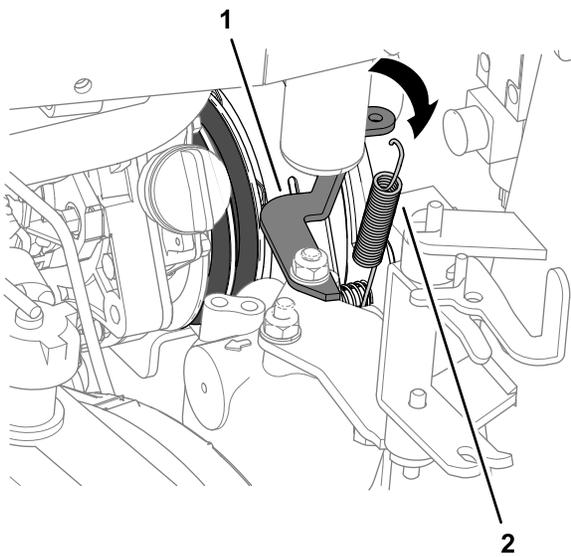

Figure 90
5. Du côté radiateur, décrochez le ressort d'amortisseur d'embrayage de son support (Figure 90).
4. Accrochez le ressort d'amortisseur d'embrayage entre le boulon du plateau d'embrayage intérieur et le support du ressort ; voir Figure 90 sous Dépose des courroies de PDF (page 68).